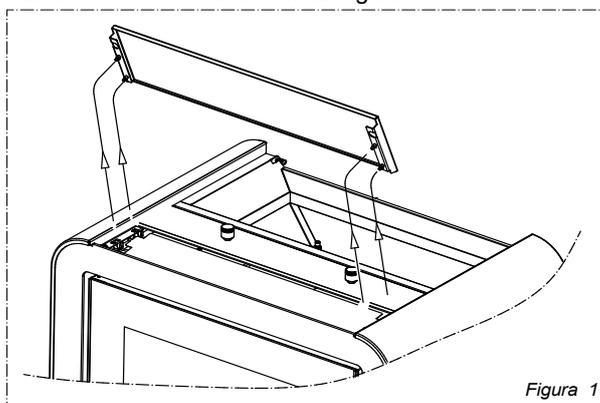

Figura 1
- 2) Tirare verso l'alto il coperchio anteriore come indicato nella Figura 1: